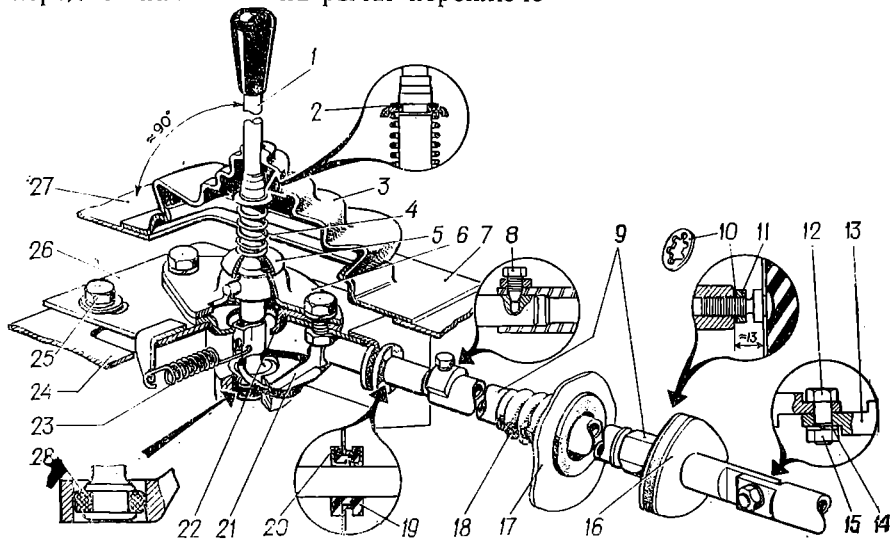

Рис. 51. Привод переключения передач:
Переключение передач производится рычагом на туннели пола кузова (рис. 51). Опорой рычага 1 является шаровой шарнир, состоящий из полусферы рычага 1, прижимаемой к сфере чашки 6 пружиной 4, которая упирается в упорную чашку 5, шайбу и стопорится кольцом 2. Вращение рычага предотвращается штифтом, входящим в паз чашки 6.
3. Установите пылезащитный чехол в отверстие крышки туннеля и вверните муфту 16 (см. рис. 51) в вал управления до размера 13 мм между торцом вала и плоскостью муфты.